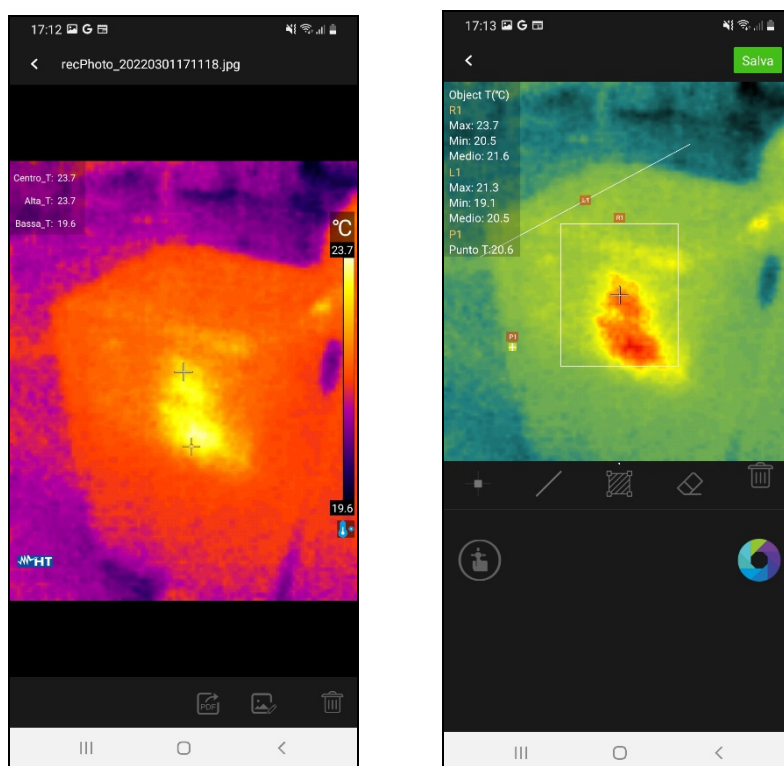

Fig. 11: Edição de imagens guardadas
1. Entre na Galeria e selecione a imagem desejada (ver § 5.7) como mostrado na Fig. 11 - lado esquerdo
3. Clique no ícone  para editar a paleta de cores (ver § 5.6) e clique no ícone  para abrir a ferramenta de análise avançada (ver Fig. 11 – lado direito)
4. Inserir quaisquer objetos na imagem (ver § 1) e tocar no ícone "Save" no canto superior direito do ecrã (ver Fig. 11 - lado direito)
1. Entre na Galeria e selecione a imagem desejada (ver § 5.7) como mostrado na Fig. 11 - lado direito